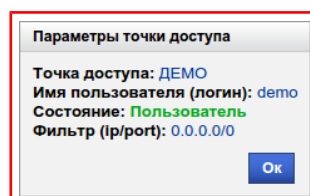

Рисунок 9.72 — Диалоговое окно «Параметры точки доступа»
- 3) В появившемся диалоговом окне будут отображены основные настройки «Точки входа», рисунок 9.72, такие как: